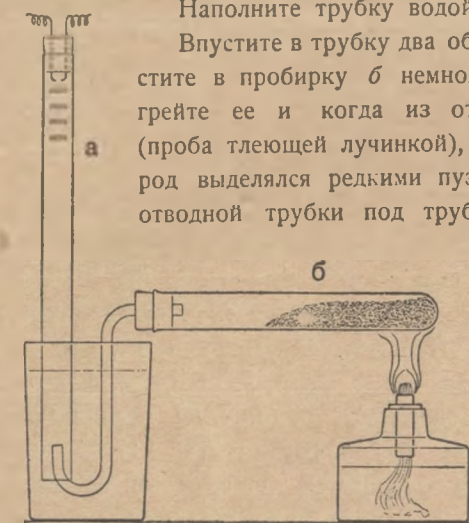

Рис. 86. Прибор для повторения опыта Гей-Люссака.
**Задача 1.** Для опыта вы возьмете толстостенную трубку *a* (рис. 86), со вставленными в пробку двумя проволочками для пропускания электрической искры и с делениями для отмеривания газов.